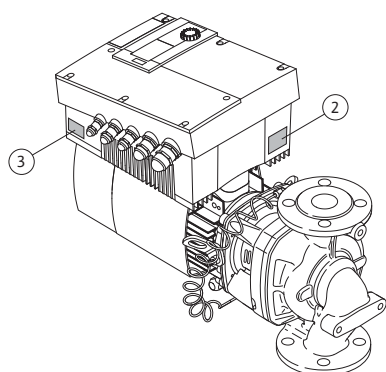

Fig. 12: Typskyltarnas placering:
- Motortypskylten finns på kabelgenomföringens sida på elektronikmodulen (fig. 12, pos. 3). Den elektriska anslutningen ska upprättas enligt uppgifterna på motortypskylten.